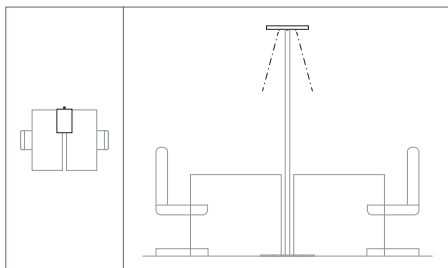

Fig. 7: Orientare i sensori per l'occupazione della postazione di lavoro: 2 postazioni di lavoro.
2. Ruotare ciascun sensore fino alla battuta in direzione del bordo anteriore della scrivania, vedi Fig. 7.